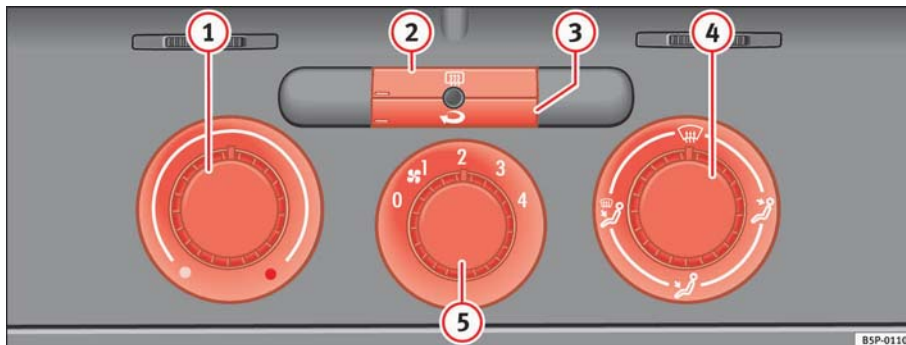

Fig. 112 Mandos de la calefacción en el tablero de instrumentos
- Con los reguladores ⇒ **fig. 112 ①** y **④** y con el mando **⑤** se regula la temperatura, la distribución del aire y la velocidad de la turbina.
- Pulse la tecla **②** o **③** para activar o desactivar la función correspondiente. Cuando la función está activa, la ventana situada en la esquina inferior izquierda de la tecla se ilumina.